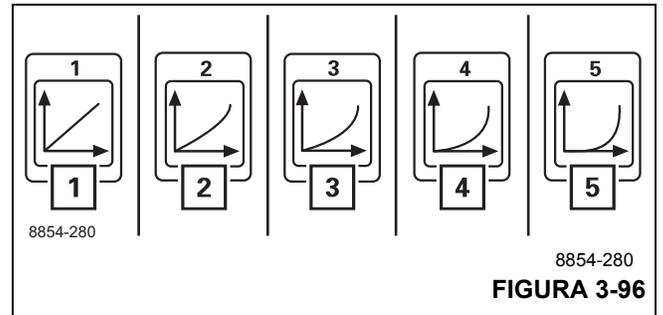

FIGURA 3-96
Cuanto más alto sea el número de la curva característica, (1, Figura 3-96) a (5), más debe moverse la palanca de control para producir un aumento de velocidad.